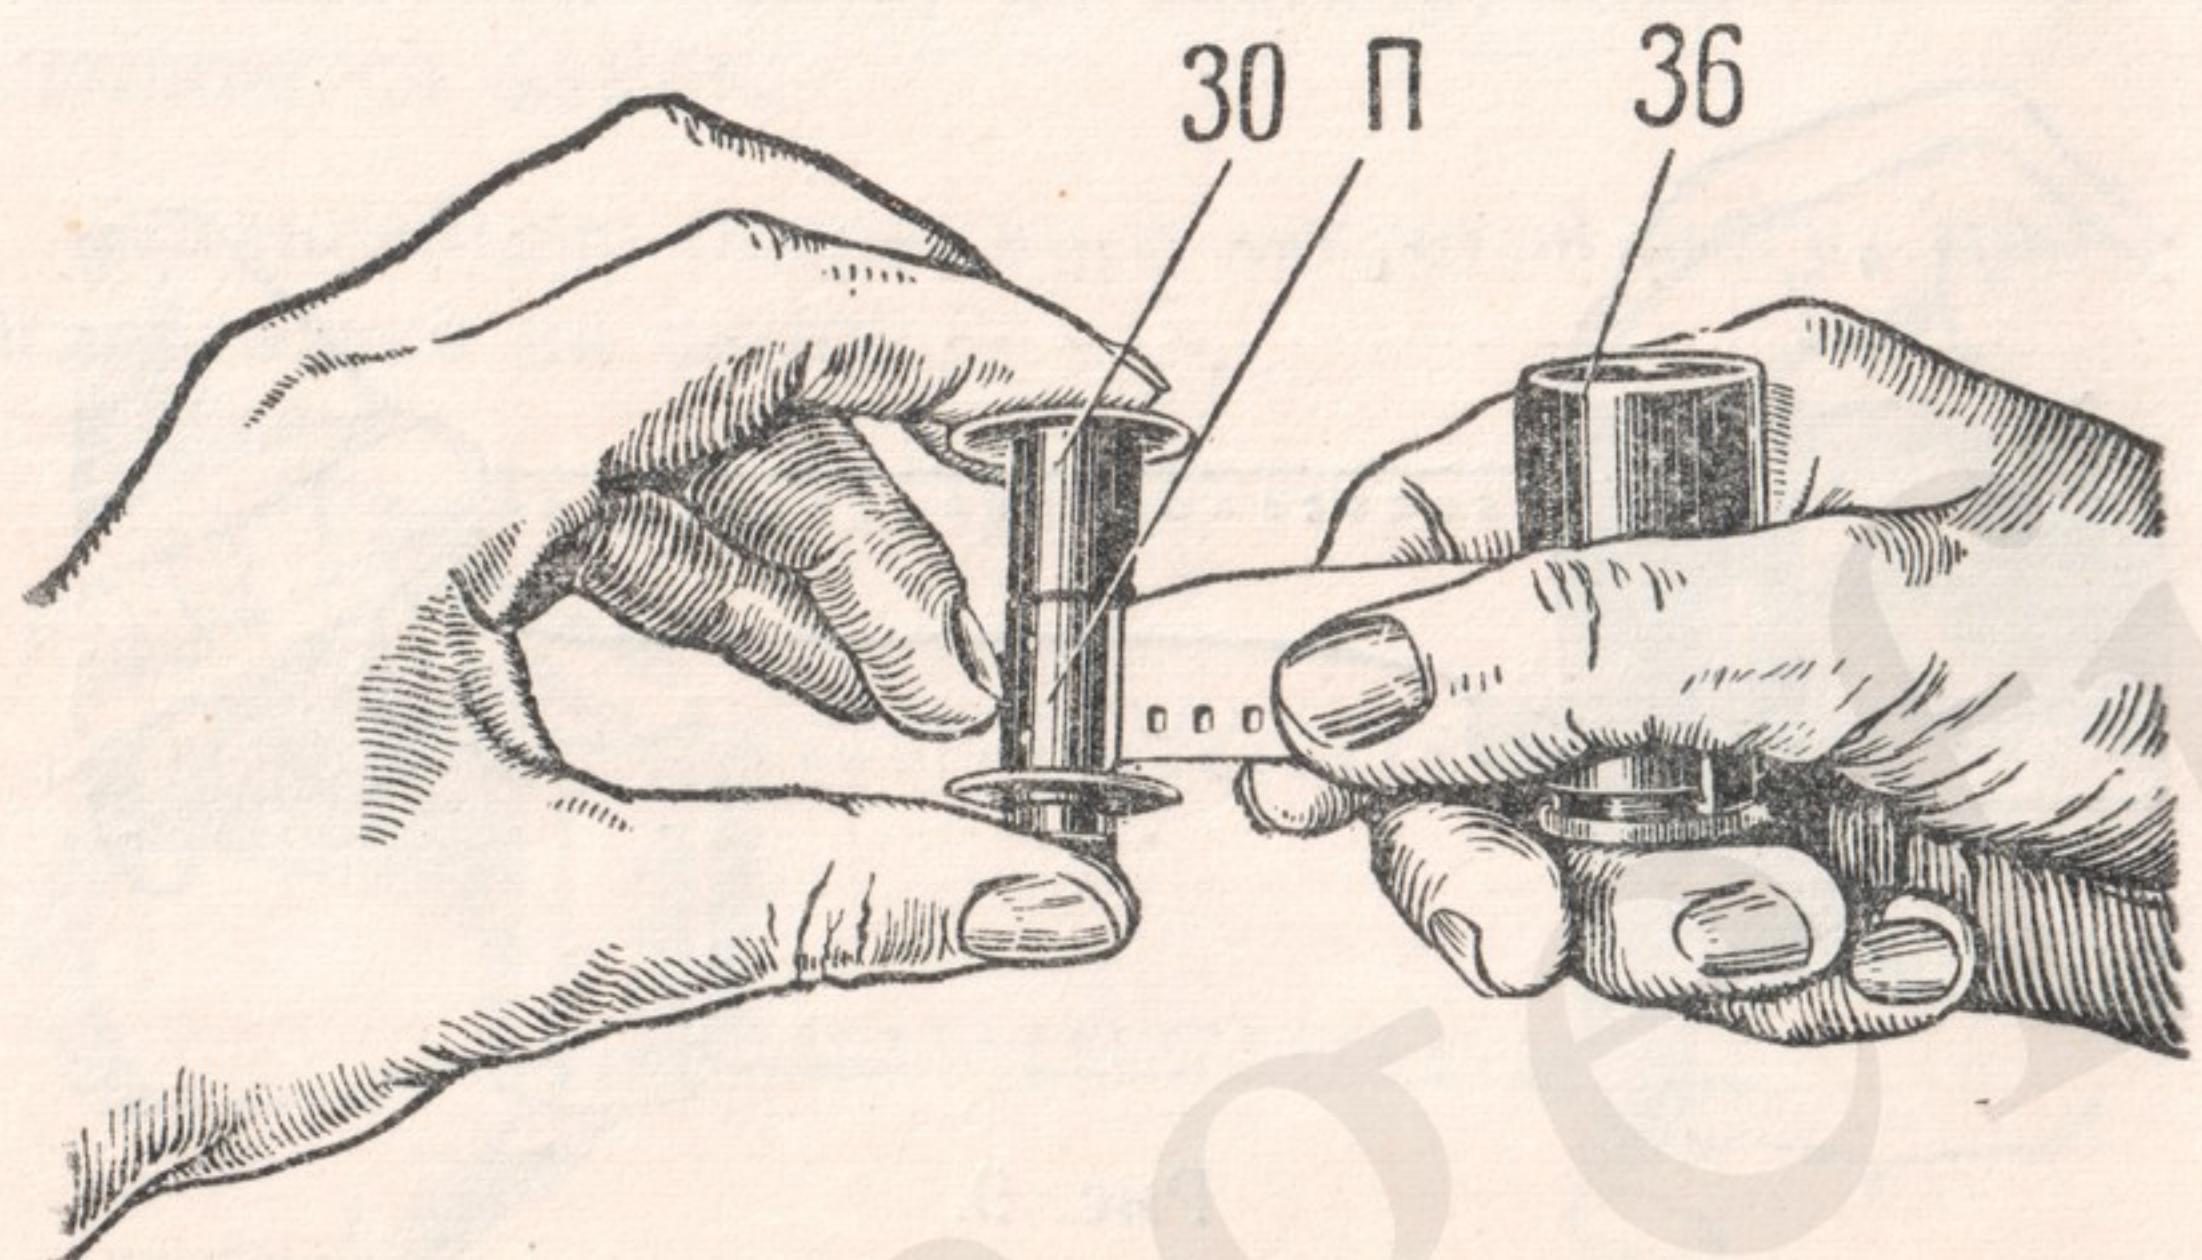

Рис. 10.
3. Возмите приемную катушку 30 в левую руку, а заряженную кассету в правую и, как показано на рис. 10, укрепите конец пленки под пружину «П» катушки. Обратите внимание, чтобы несрезанная сторона пленки плотно была прижата к фланцу катушки.